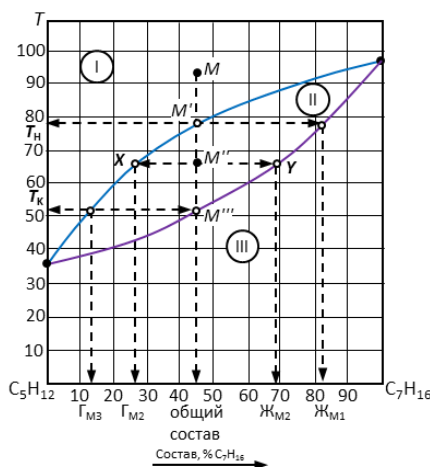

Рис. 6. Решение примера 1.
4. Путь конденсации системы – вертикальная пунктирная линия вниз от точки M (рис. 6), на которой отмечены фигуративные точки M , M' , M'' , соответствующие началу процесса (M'), образованию двухфазной системы (M'') и окончанию конденсации (M''').
9. Определить состав жидкости в точке *M'*, для чего от этой точки провести ноду до пересечения с линией жидкости (или линией испарения) и от точки пересечения опустить перпендикуляр на ось составов (позиция $J_{M'}$ на рис. 6). Состав жидкости – 82 % C_7H_{16} .
13. Определить состав жидкости и газа в точке *M''*: провести ноду до пересечения с линией испарения (точка *X*) с одной стороны и с линией конденсации (точка *Y*) с другой стороны. От точек пересечения опустить перпендикуляры на ось составов. Перпендикуляр от линии конденсации определяет состав газа (27 % гептана – точка $\Gamma_{M''}$ на рис. 6), от линии испарения – состав жидкой фазы (69 % гептана – точка $J_{M''}$ на рис. 6).
18. Определить состав пара в точке M''' , для этого от этой точки провести ноду до пересечения с линией конденсации и от этой точки опустить перпендикуляр на ось составов (позиция $\Gamma_{M'''}$ на рис. 6). Состав пара – 13 % C_7H_{16} .